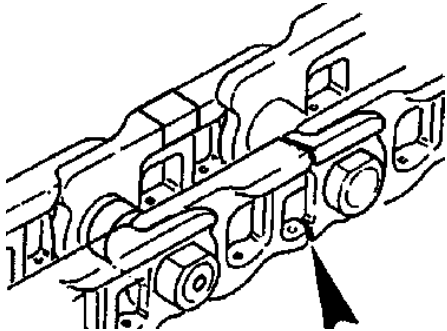

Fig. 3-13 Découpe du maillon endommagé
2. Découper le maillon endommagé comme indiqué sur la fig. 3-13 à l'aide d'un chalumeau oxy-acétylène. Découper entièrement la chaîne dans la zone endommagée et poser la chaîne au sol.